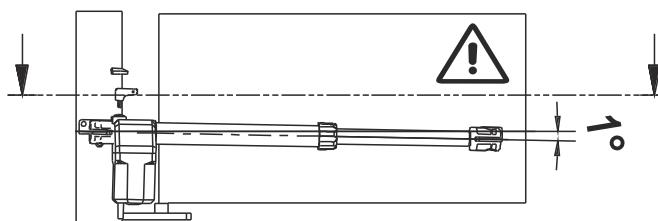

FIG. 3
- 3 - Colocar el motorreductor de tal manera que esté inclinado 1º aproximadamente sobre la horizontal (ver FIG. 3).